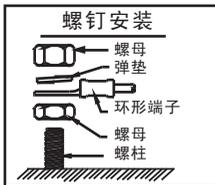

Figure 1
3. 依据图1安装螺母，小心不要用太大的力拧最下面的螺母，安装螺母造成的损坏和错误的电线连接不包括在质保范围内。（在螺柱上安装连接端子时，最好用2把扳手上上下下固定螺母，切勿用力过大，造成将螺柱拔出。）